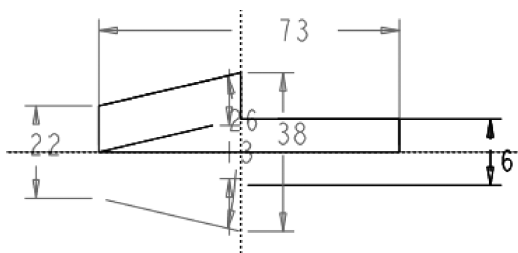

图 4-126 按比例缩放后的图形
(7) 在【修改尺寸】对话框中将文本框内的数值修改为“16”，按〈Enter〉键确认，此时整个图形的尺寸按照比例缩小，图形如图 4-126 所示。